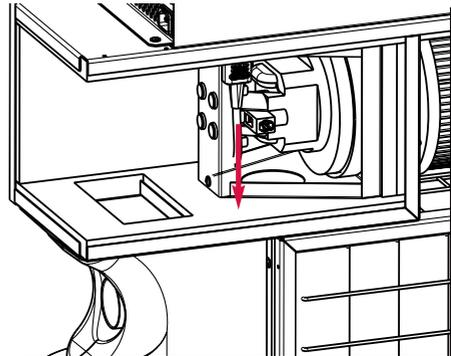

Fig. 18b
- 3 Vous pouvez maintenant retirer sur le côté droit dans l'appareil le connecteur du moteur (Fig.18b).